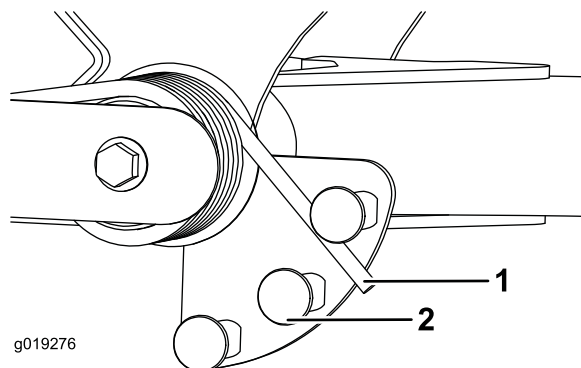

Figura 41
2. Insira um tubo ou objecto semelhante na extremidade da mola comprida e incline-a em redor do actuador da mola para a posição desejada (Figura 41).